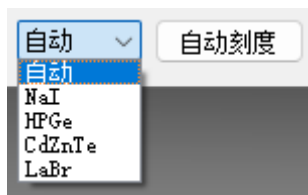

图 43 选择探测器类型下拉框
- 自动能量刻度前可以选择自动，也可以下拉选择具体的探测器类型的能谱，如下图 43 所示；推荐选择具体探测器类型，因为软件并非那么智能，能够识别能谱为哪种探测器类型的能谱；